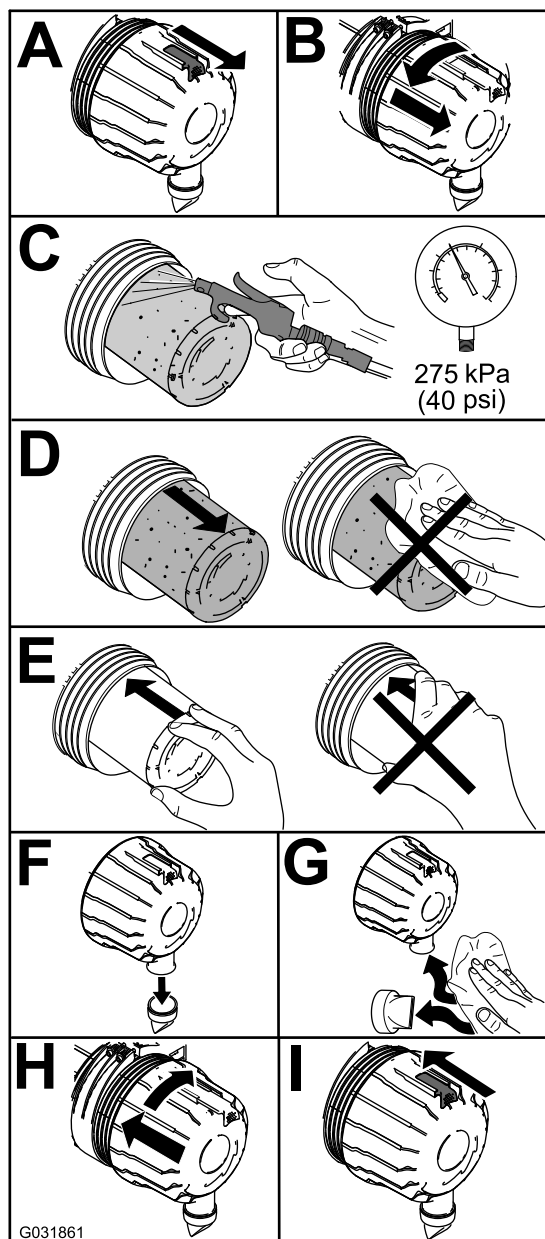

Figura 89
1. Sostituite il filtro dell'aria (Figura 89).